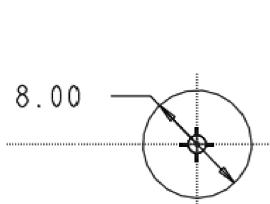
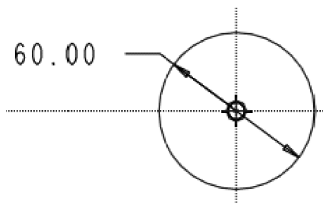
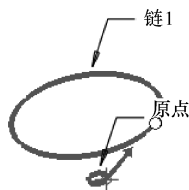

图 6-110 草绘原点轨迹
图 6-111 草绘一般轨迹
图 6-112 单击轨迹
(1) 新建文件名为“liti6-11.prt”的实体文件。
(2) 单击【基准】工具栏中的【草绘】按钮，选取“TOP”作为草绘平面，其他使用默认设置，草绘直径为 8 的圆作为原点轨迹，如图 6-110 所示。
(3) 单击【基准】工具栏中的【平面】按钮，创建距离“TOP”基准面高度为 30 的基准平面“DTM1”。
(4) 单击【基准】工具栏中的【草绘】按钮，选取“TOP”基准面作为草绘平面，其他使用默认设置，草绘直径为 60 的圆作为一般轨迹，如图 6-111 所示。
(5) 单击【基础特征】工具栏中的【可变截面扫描】按钮，在消息区弹出【可变截面扫描】操控板，默认为扫描为曲面。
(6) 在图形区选取直径为 8 的圆作为原点轨迹，然后按住〈Ctrl〉键依次选取直径为 60 的圆作为一般轨迹，各条曲线红色加亮显示，如图 6-112 所示。